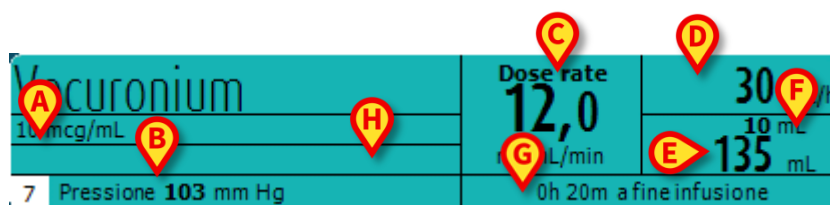

Fig 13
Sul riquadro che rappresenta la pompa possono essere visualizzate diverse informazioni (Fig 13).
- la concentrazione del farmaco (Fig 13 A);
- la pressione del circuito di infusione (Fig 13 B); da configurazione è possibile impostare un valore-soglia per la pressione; quando questo valore è superato il valore è visualizzato in giallo;
- la dose ("Dose Rate" - Fig 13 C); o la dose "target" quando si sta lavorando in modalità farmacocinetica. In questo caso accanto al nome appare l'icona del target mostrata in Fig 5.
- la velocità di infusione ("Volume Rate" - Fig 13 D);
- il volume totale infuso (Fig 13 E);
- il volume rimanente nella siringa (Fig 13 F).
- il tempo mancante alla fine della siringa (Fig 13 G);
- il profilo del farmaco, se specificato in configurazione (Fig 13 H).